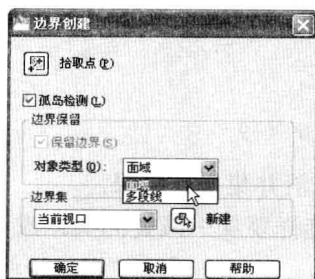

图 6-4-4
(1) 在“绘图”面板中单击“边界”按钮, 或者选择菜单命令“绘图/边界”。
(2) 打开“边界创建”对话框，在“对象类型”右侧单击下拉按钮, 在下拉列表中选择“面域”，如图 6-4-4 所示。